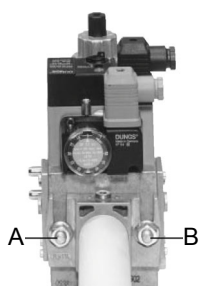
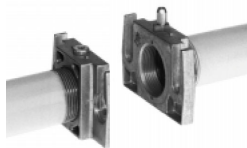

Fig. 7
Fig. 9
3. apretar los tornillos A, B, C y D (Fig. 6 - Fig. 7), respetando las posiciones de montaje (Fig. 9);